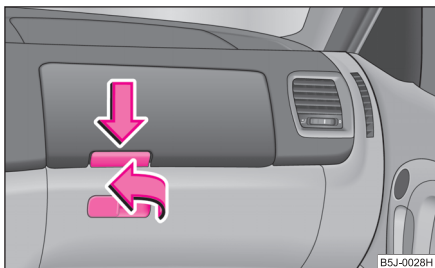

Fig. 68 Tabloul de bord:
- Trageți, resp. apăsați mânerul capacului în sensul indicat de săgeată ⇒ fig. 68 și deschideți capacul.